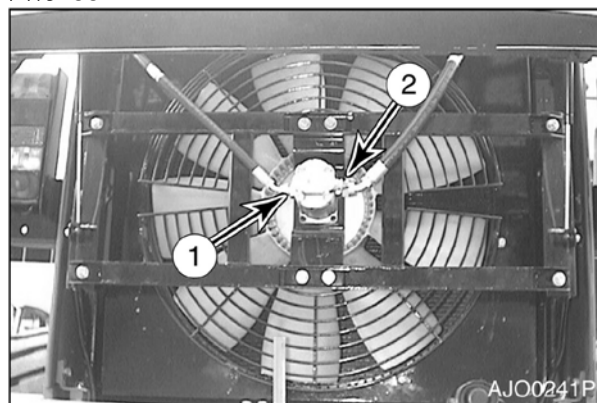

Рис. 100
1. Подключите манометр к входному отверстию двигателя вентилятора (1, рис. 100).
2. Отрегулировать винт на картридже предохранительного клапана (2, рис. 100).